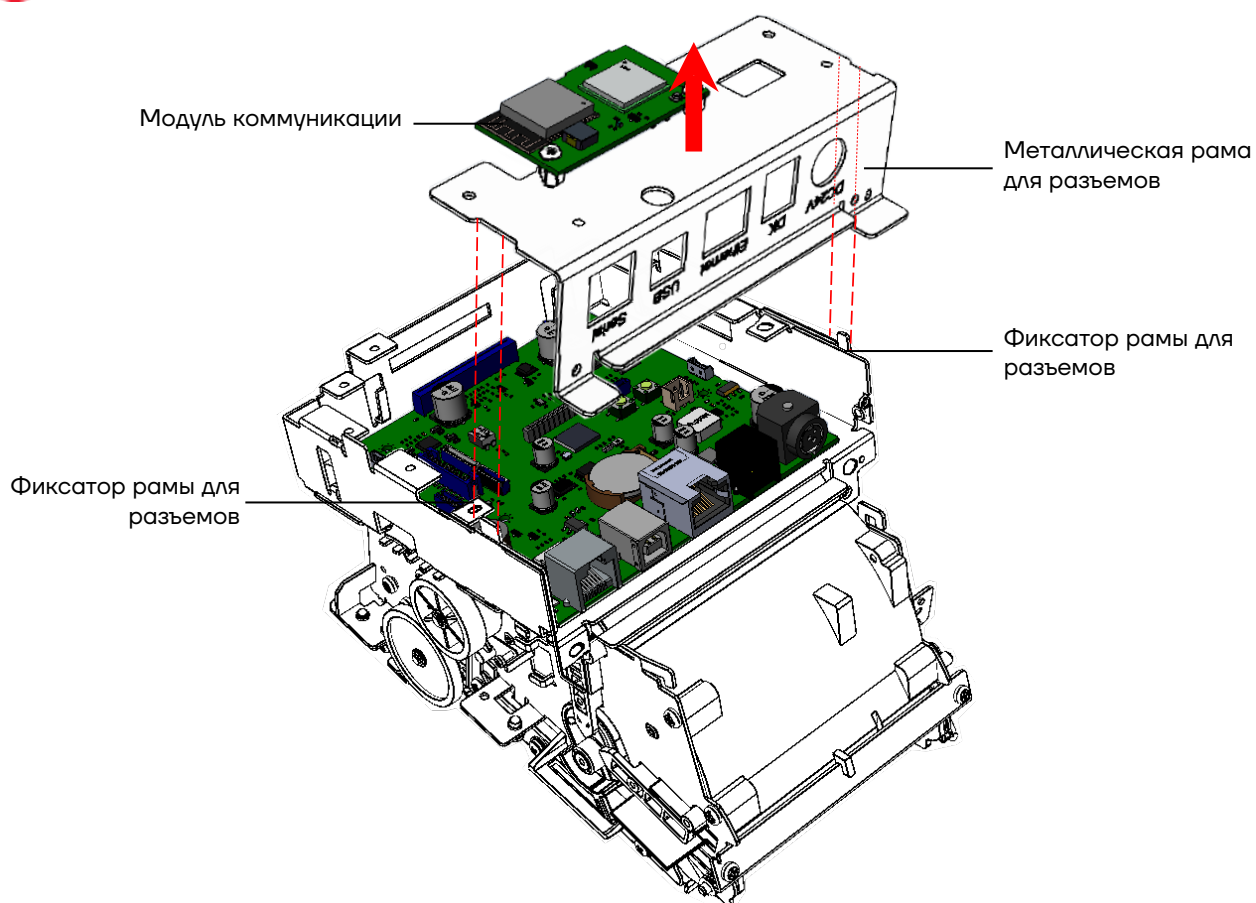

Рисунок 24. Отделение металлической планки от корпуса печатающего устройства
- 13** Аккуратно установить металлическую панель для разъемов с установленным на ней модулем коммуникации на корпус печатающего устройства, фиксаторы должны быть расположены в боковых углублениях металлической рамы для разъемов, вкрутить четыре винта крепления (рисунок 24).